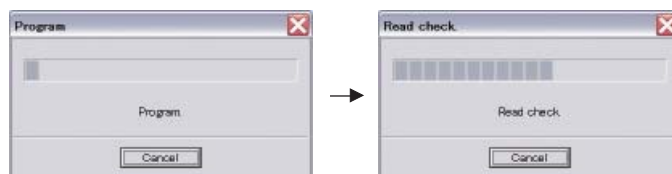

Fig. 5
7. Click [E.P.R.], then the "Erase" screen appears. (Fig. 5)
7. [E.P.R.] をクリックすると、「Erase」画面が表示されます。(Fig. 5)
8. Click [OK] to start writing. (Fig. 5)
8. [OK]をクリックして書き込みを開始します。(Fig. 5)